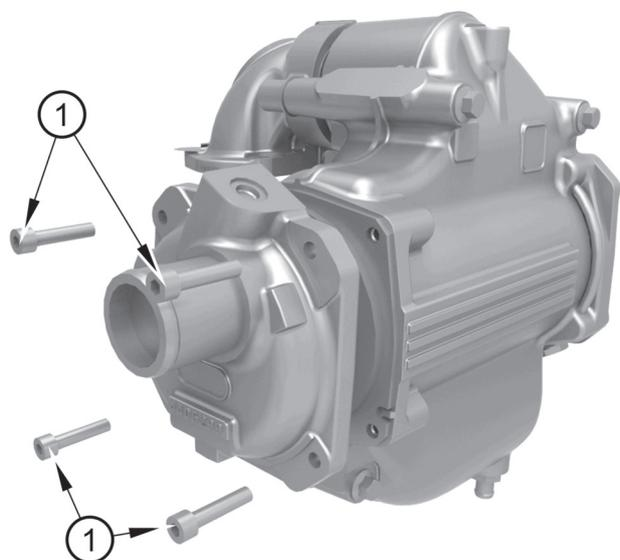

Figure 26
6. Déposez le bouchon d'extrémité en desserrant les vis (figure 26, repère 1).